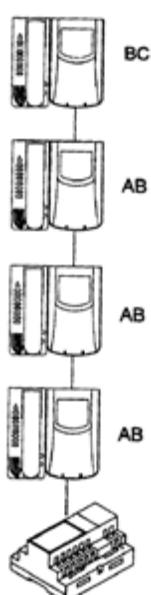

Fig. 1
En sistemas con varios aparatos (teléfonos o vídeo-teléfonos) conectados en serie. Cambiar el puente del último aparato a la posición BC y mantener los puentes de los otros aparatos en la posición inicial (AB) (Fig. 1).